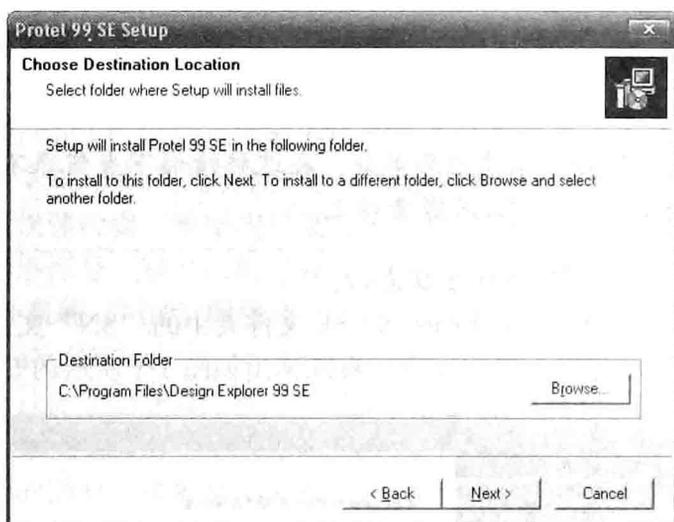

图 1-3 选择安装路径对话框
③ 单击“Next”按钮弹出如图 1-3 所示“Choose Destination Location”（选择安装路径）对话框。系统默认的安装路径为“C:\Program Files\Design Explorer 99 SE”，若要更改软件的安装路径，可单击“Browse”（选择）按钮进行更改。